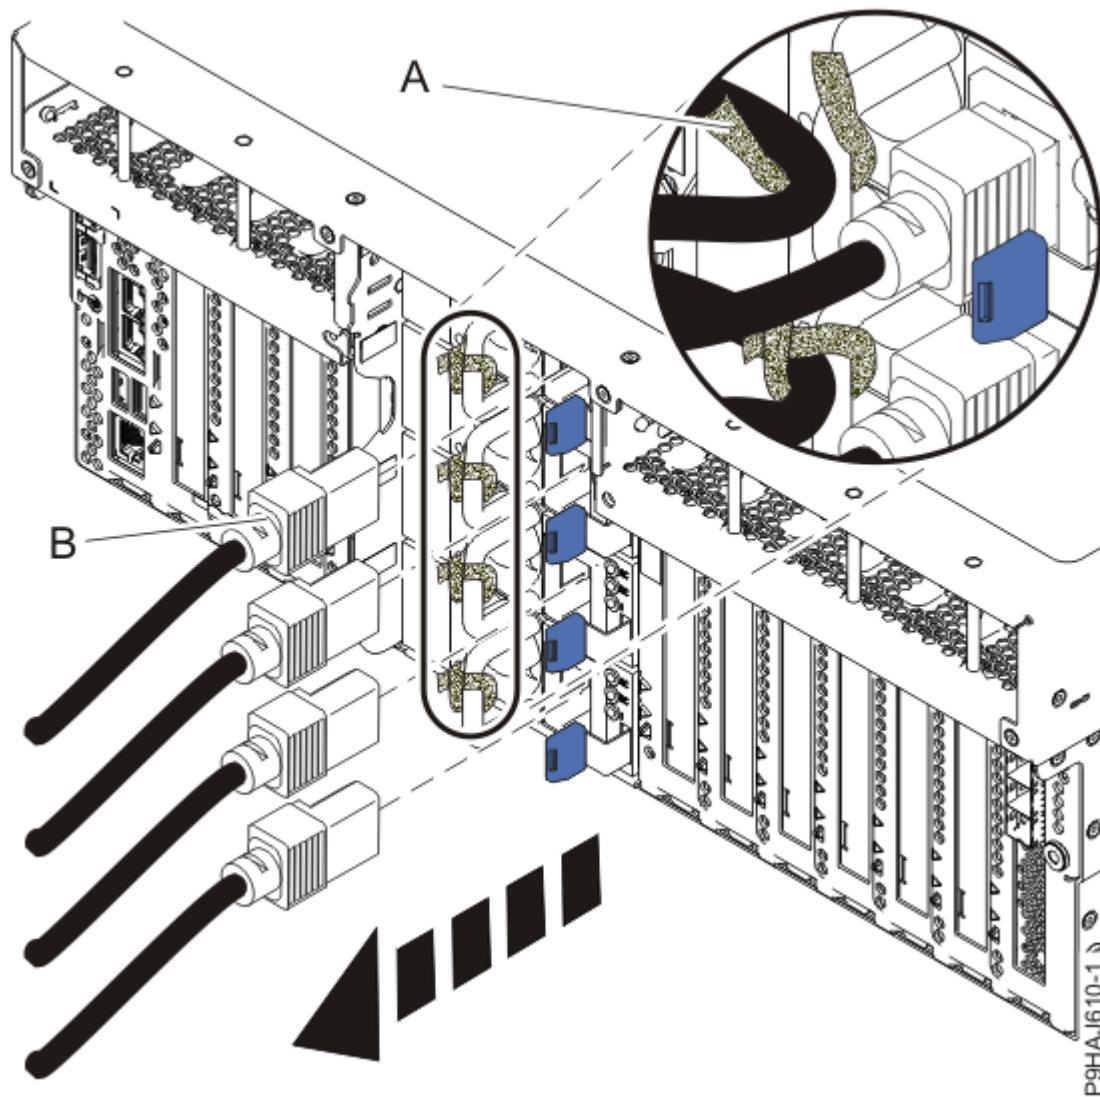

図 95. ラック・マウント型サーバーからの電源コードの取り外し
- 99 ページの図 95 または 100 ページの図 96 を参照してください。